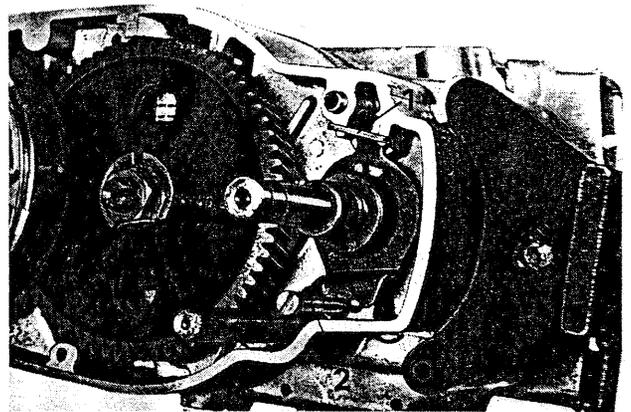

Fig. 280. Position correcte de la tôle à came
Comme on le voit à la fig. 280, la tôle à came du désengrenage forcé est introduit avec le nez (1) dans le carter.